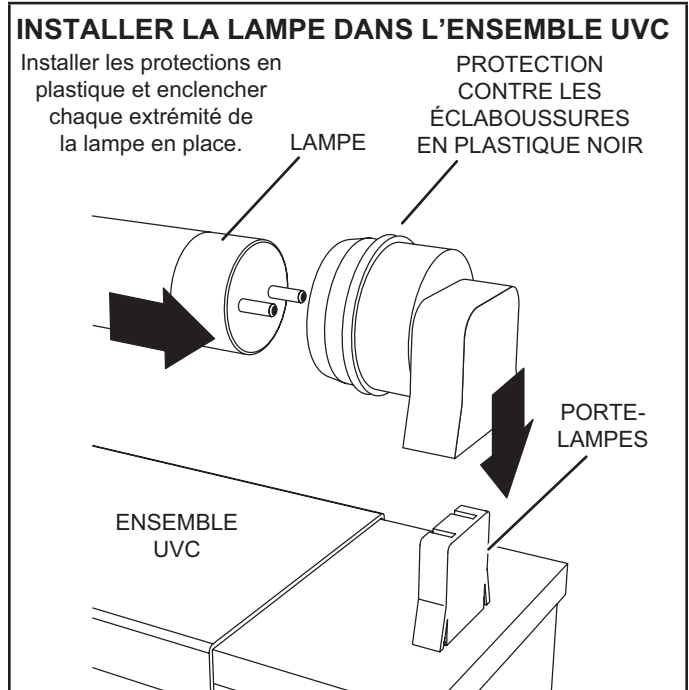

FIGURE 41
- 5 - Retirez et conservez les 3 vis qui fixent l'ensemble UVC. Sortez délicatement l'ensemble UVC en le faisant glisser par la porte d'accès au ventilateur. Reportez-vous à la FIGURE 41.